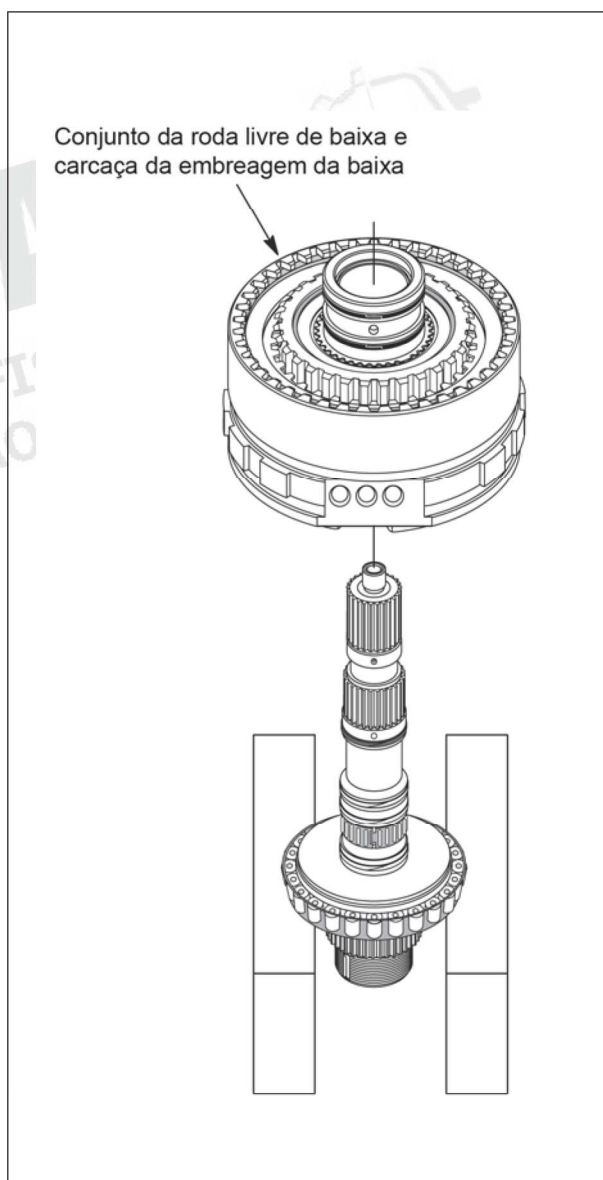

Figura 131
13. Remova a carcaça da embreagem de baixa e roda livre de baixa do eixo central da Underdrive como um só conjunto, conforme indicado pela figura 131, e coloque tudo de lado para posterior montagem do conjunto da baixa.